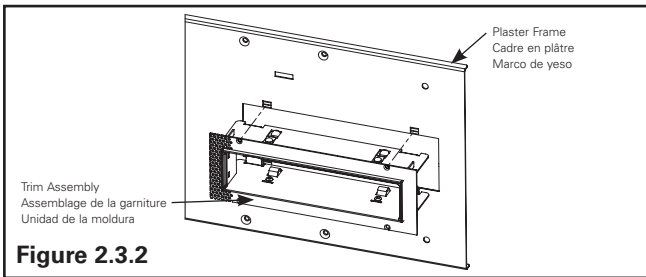

Figure 2.3.2
4. Holes on trim should align with slots on plaster frame. (Figure 2.3.2)
4. Les trous sur la garniture doivent être alignés avec les fentes du cadre (Figure 2.3.2).